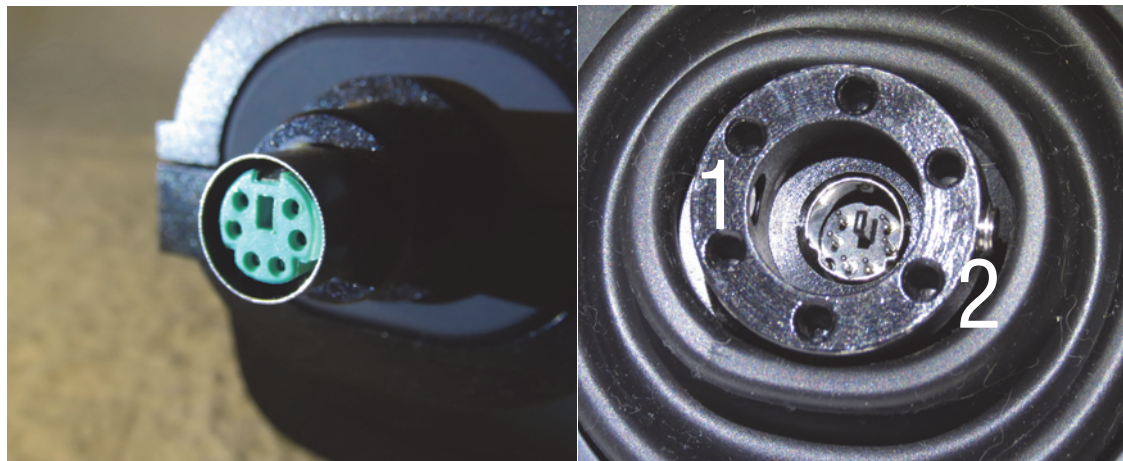

Рис. 1.1.
Ручка соединяется с механизмом загрузки при помощи разъема mini-DIN. Разъем ручки и механики изображены на рис. 1.1.
1. Шестигранником, входящим в комплект поставки, открутите фиксирующие винты 1 и 2 (рис. 1.1, б) и аккуратно, прикладывая усилие только по оси ручки, не пытаясь прокрутить ее, извлеките ее шток из гнезда.
- Зафиксируйте ручку при помощи винтов 1 и 2 (рис. 1.1, б), затянув их с усилием.